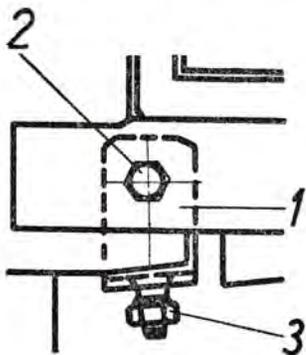

Abb. 146
12. Auf der linken Seite des Fahrerhauses ist ein Winkeleisen (Abb. 146/1) mittels Schraube
- M 8 $\times$ 20 (Abb. 146/2), Unterlagscheibe  $\varnothing 8,2$  und Mutter M 8 zu befestigen.
13. Übereinstimmend mit zwei Bohrungen im Winkeleisen sind im Kotflügel Bohrungen  $\varnothing 8,2$  auszubohren und das Winkeleisen ist mit zwei Schrauben M 8 $\times$ 20, der elastischen Unterlagscheibe  $\varnothing 8,2$  und der Mutter M 8 (Abb. 146/3) am Kotflügel anzuschrauben.